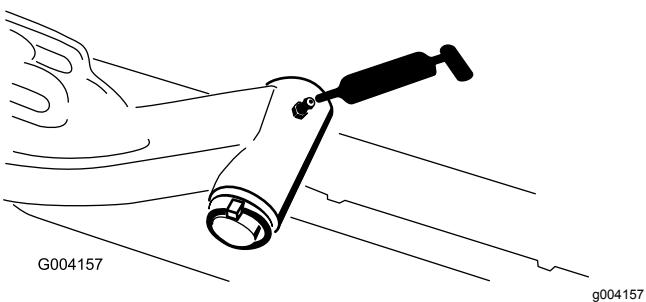

Figura 79
- Cilindros do braço de elevação da unidade de corte (2 cada) (Figura 79)
- Veio da articulação do braço de elevação (1 cada) (Figura 79)